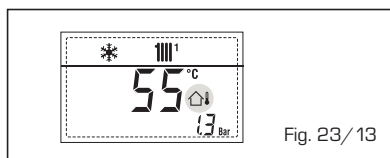

Fig. 23/13
- **INTERVENÇÃO TERMÓSTATO DE SEGURANÇA PRIMEIRA ZONA MISTURADA "ALL 20"** (fig. 23/14)